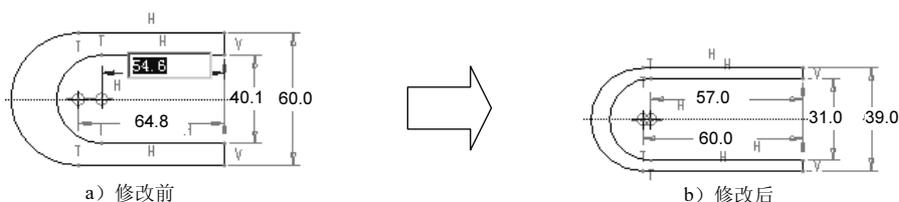

图 2.14.12 修改尺寸
- (1) 在图 2.14.12 所示的图形中,双击要修改的尺寸,然后在系统弹出的文本框中输入正确的尺寸值,并按回车键。